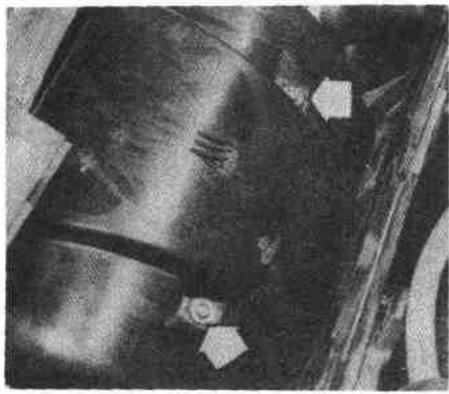

图 4-1-3
- (1) 拆下气压室上方的空气进口罩。
- (2) 按图 4-1-3 所示，拆下水箱阀上的真空软管。
- (3) 按图 4-1-3 所示，拆下鼓风机电机罩上箭头所指的两个螺钉。